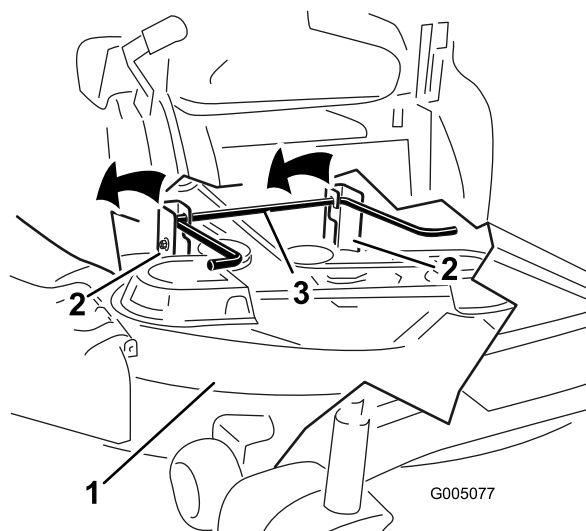

Figure 48
5. Soulevez l'arrière du plateau de coupe et guidez les supports sur la tige de levage arrière (Figure 48).